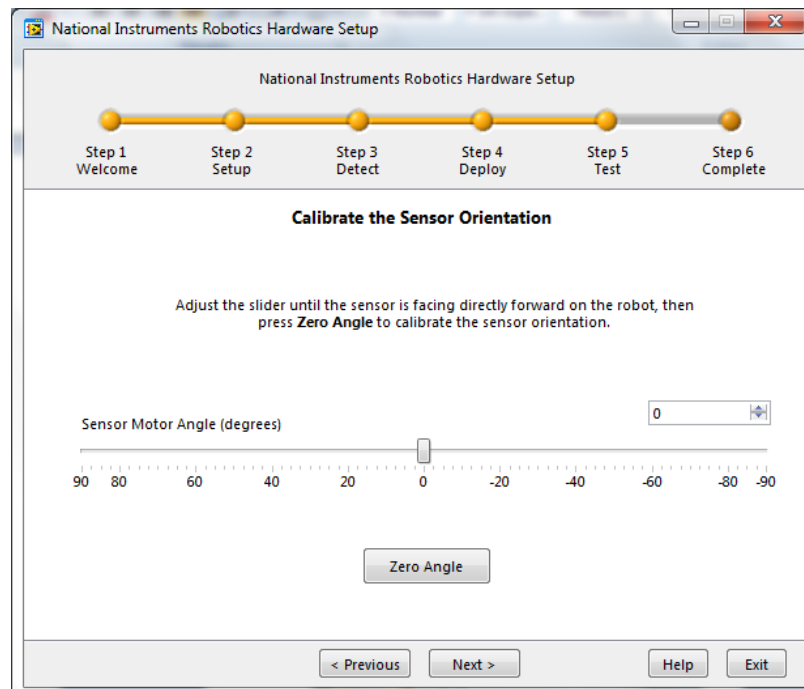

Fig. 10 Configuración del sensor.
- Espera hasta que el dispositivo se configura y luego oprima Next para realizar las pruebas de configuración del sensor, al terminar oprima Next Fig.10.